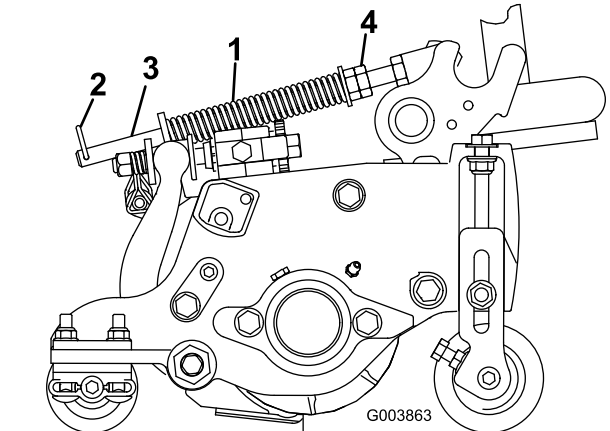

Figura 90
El muelle de compensación del césped transfiere peso desde el rodillo delantero al trasero (Figura 90). Esto ayuda a reducir el patrón de ondulación en el césped.
1. Asegúrese de que el pasador de horquilla está instalado en el taladro del extremo de la varilla del muelle (Figura 90).
2. Apriete las tuercas hexagonales del extremo delantero de la varilla del muelle hasta que la longitud comprimida del muelle sea de 12,7 cm en unidades de corte de 12,7 cm, o de 15,9 cm en unidades de corte de 17,8 cm (Figura 90).